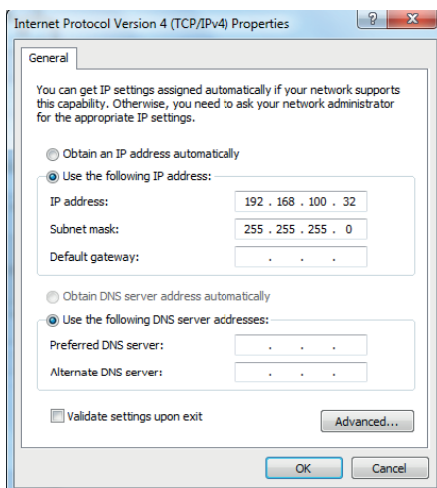

Abb. 9: IP-Adresse ändern
5. Folgende IP-Adresse verwenden auswählen und gewünschte Adresse eingeben, die im gleichen Subnetzbereich wie die Kamera liegt (Abb. 9).